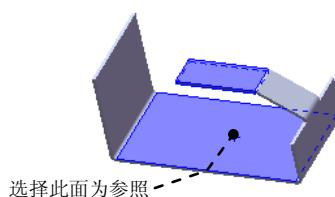

图 10.2.16 与面平行
- 与面平行(E) 单选项：创建后的边线-法兰与选择的面平行，如图 10.2.16 所示。